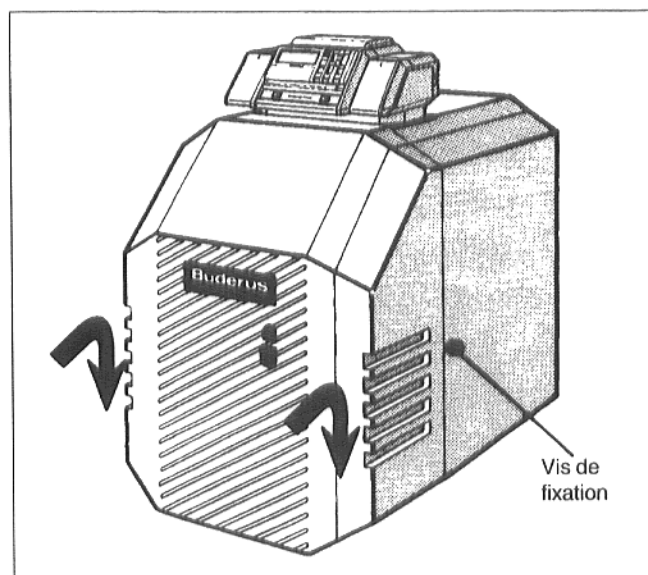

Fig. 41
- Reposer le capôt de la porte brûleur sur les parois latérales de la jaquette de la chaudière. Fixer le capot du brûleur à gauche et à droite à l'aide des vis de fixation (Fig. 41).